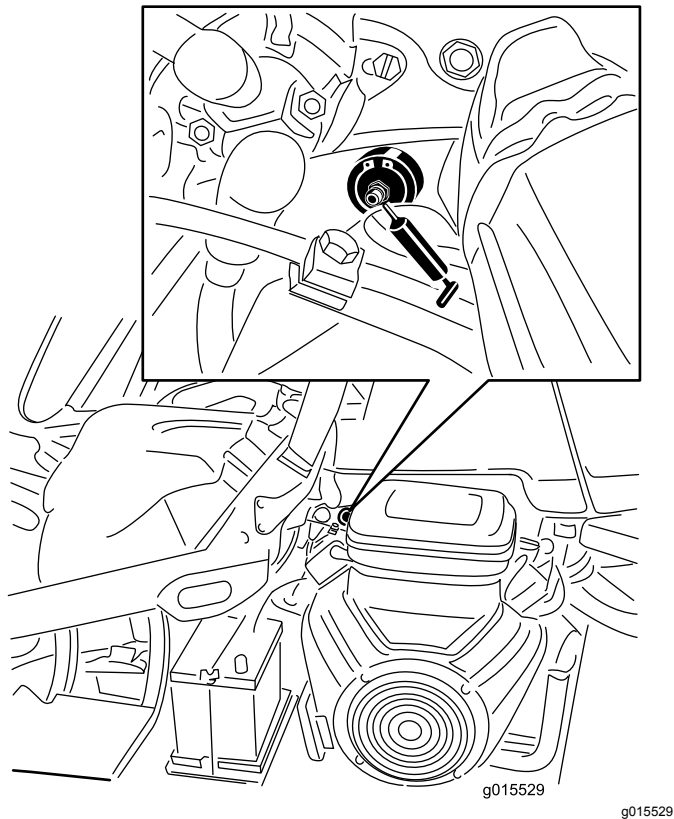

图29
1. 擦干净黄油嘴这样就不会导致异物进入轴承或轴套中图29。